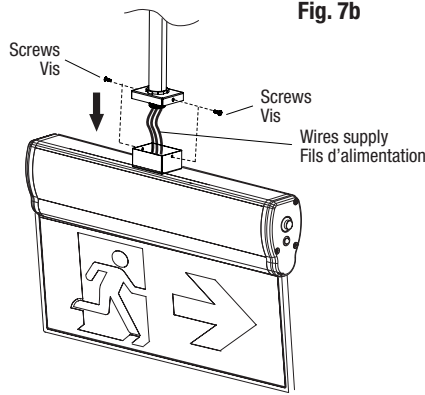
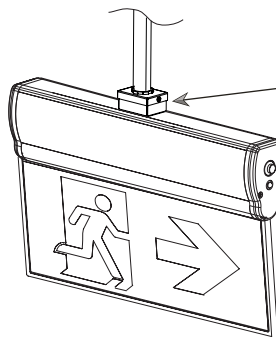

Fig. 7e
Fig. 7f
6. Passer les fils d'alimentation à travers le conduit et le trou central supérieur de l'unité (Fig. 7e).
8. Installer le couvercle sur la boîte de connexion à l'aide des deux vis comme indiqué dans les Fig. 7e, Fig. 7f.